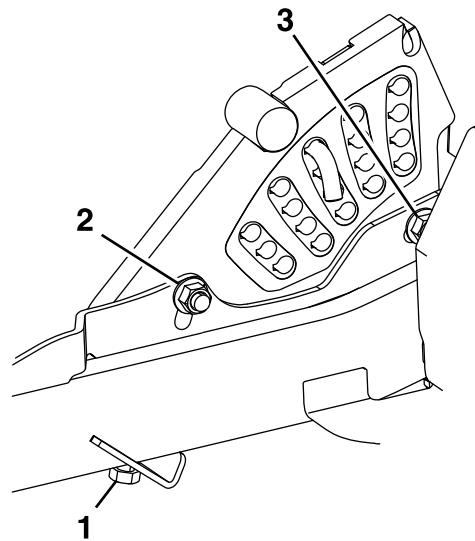

Рисунок 80
- Если дека опущена слишком низко, затяните болт одноточечной регулировки, повернув его по часовой стрелке (Рисунок 80).